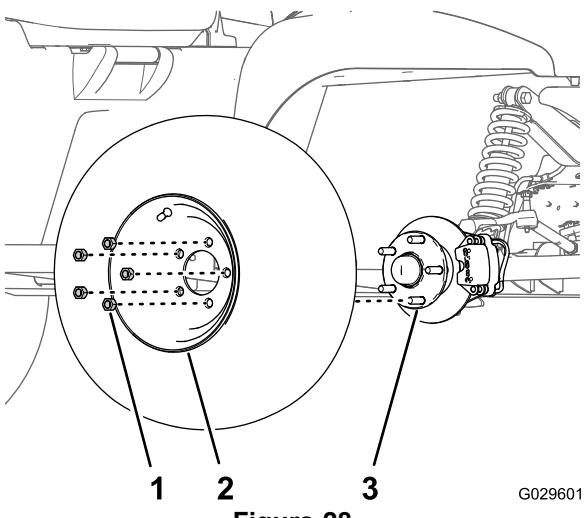

Figura 28
2. Retire as 5 porcas de rodas que prendem a roda ao cubo (Figura 28).
4. Aline os orifícios na roda com os pinos do cubo e monte a roda no cubo com a haste da válvula para fora (Figura 28).
5. Prenda a roda ao cubo com as porcas de roda (Figura 28) e aprte as porcas com 108 a 122 N·m.